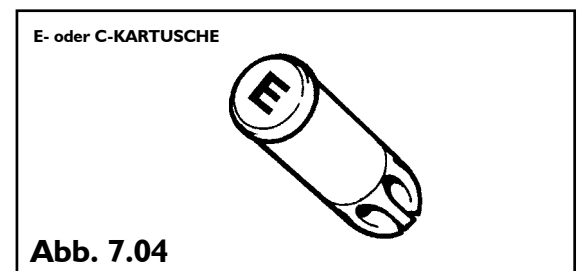

Abb. 7.04
- Nur korrekte CASH-Kartuschensorten mit der Aufschrift "E" oder "C" verwenden, wie in Abb. 7.04 dargestellt.